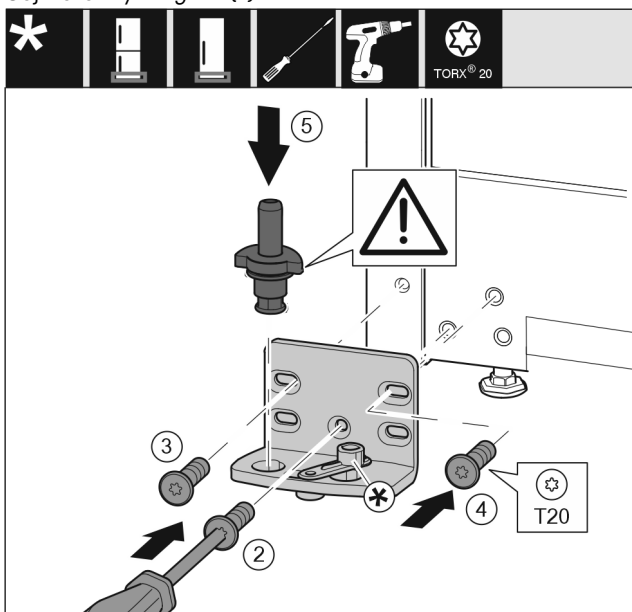

Fig. 15
- Nasadte stojan ložiska na druhé straně a přišroubujte pomocí šroubováku T20. Začněte šroubem 2 dole uprostřed. Fig. 15 (2)
- Pevně utáhněte šroub 3 a 4. Fig. 15 (3,4)
- Zcela vložte ložiskový čep. Přitom dávejte pozor, aby zajišťovací vačka směřovala dozadu. Fig. 15 (5)